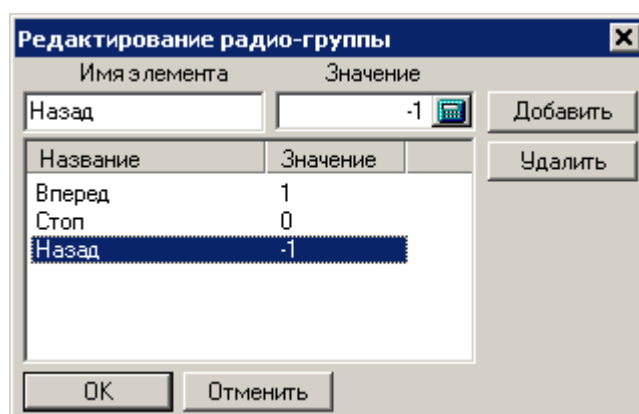

Рис. 4.87. Окно редактирования радио-группы
- **Значения** – связывает название пунктов и численные значения идентификаторов, см. рис. 4.87;